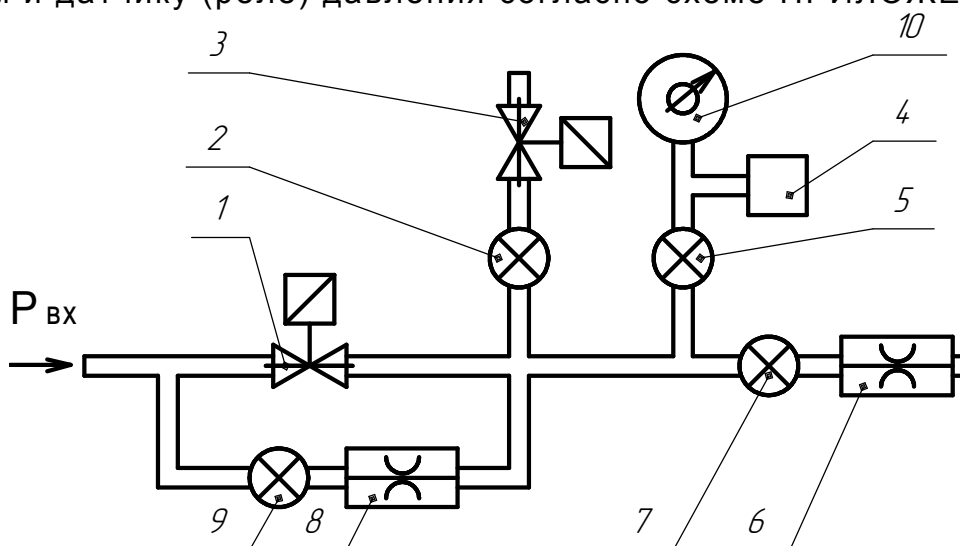

Рис. 5. Схема проверки функционирования
8.2. Смонтировать схему согласно Рис.5. и подключить прибор к клапанам и датчику (реле) давления согласно схеме ПРИЛОЖЕНИЯ 2.